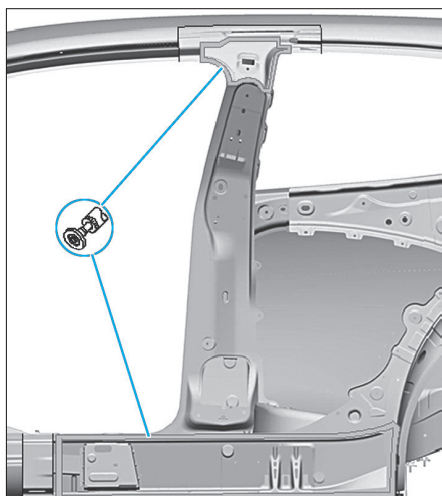

FIG. 66
- Préparer les zones d'accostage, éliminer entièrement les restes de colle et poncer à nu les surfaces de collage (Fig.66).